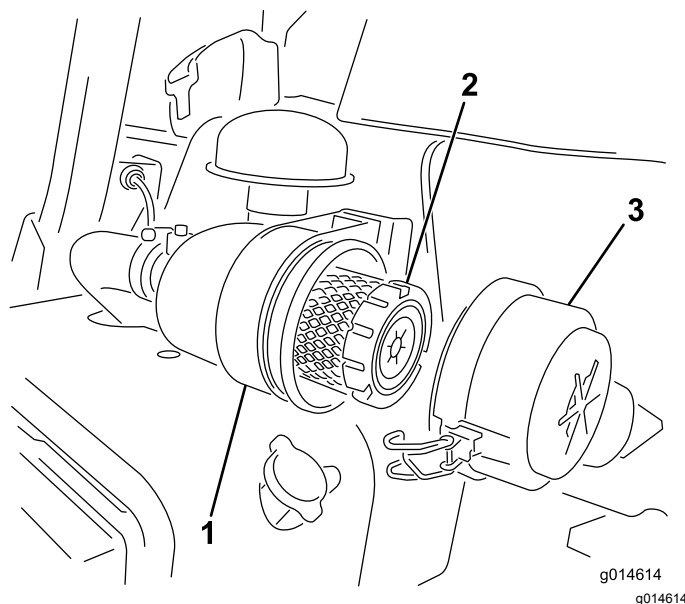

Figura 29
1. Rilasciate i fermi che fissano il coperchio del filtro dell'aria al relativo corpo (**Figura 29**).
7. Fissate i fermi (Figura 29).